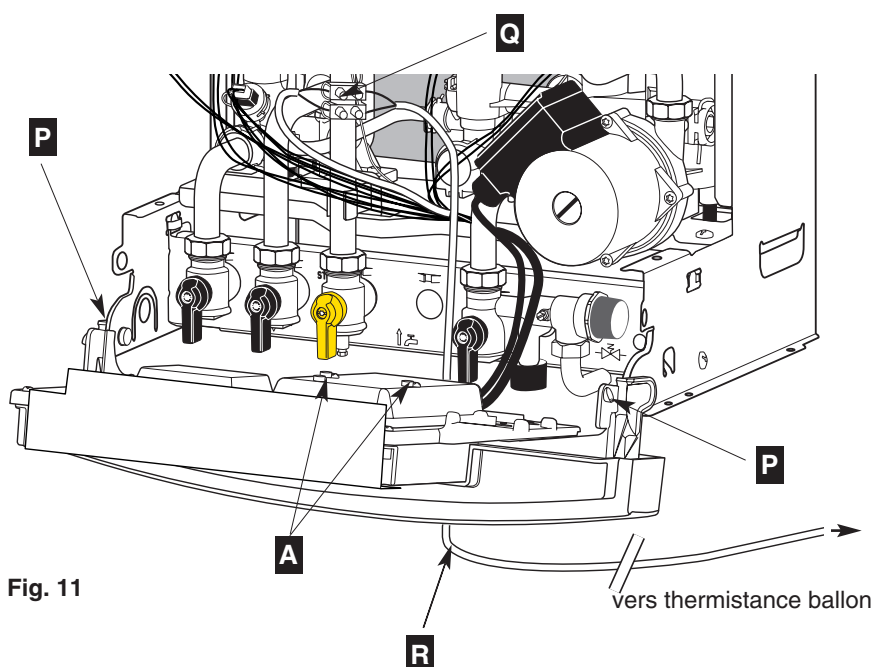

Fig. 11
- dévisser les deux vis **A** (fig.11) de fixation du capot de protection, ôter le capot.
- Raccorder le câble **R** de la thermistance du ballon sur le domino **Q** fixé sur le tube gaz (fig. 11).